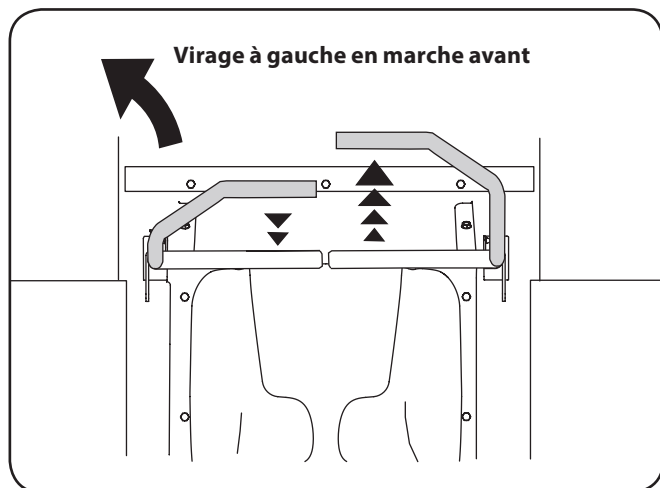

Figure 5-3
1. Pour tourner à gauche, tirez la barre de conduite gauche vers vous et poussez la barre droite vers l'avant. Voir Figure 5-3.